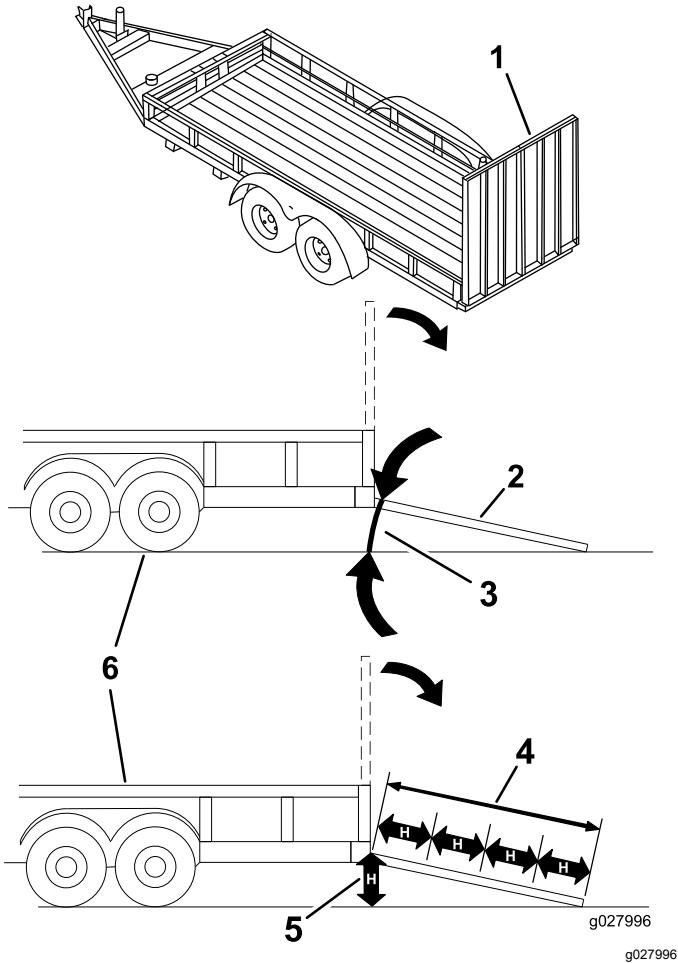

Bild 14
Das Laden einer Maschine auf einen Anhänger oder einen Lastwagen erhöht die Umkipgefahr und könnte schwere oder tödliche Verletzungen verursachen (Bild 14).
3. Senken Sie die Rampe ab und stellen Sie sicher, dass der Winkel zwischen der Rampe und dem Boden höchstens 12 Grad beträgt (Bild 14).
1. Senken Sie die Rampe ab und stellen Sie sicher, dass der Winkel zwischen der Rampe und dem Boden höchstens 12 Grad beträgt (Bild 14).